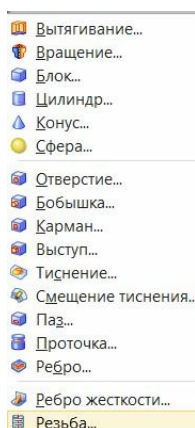

рис.25
- Не часто точное изображение резьбы требуется в геометрических моделях современного «бесбумажного» проектирования, но если захочется, то обратитесь к соответствующей команде в падающем меню «Вставить \ Конструктивный элемент» (рис.25).